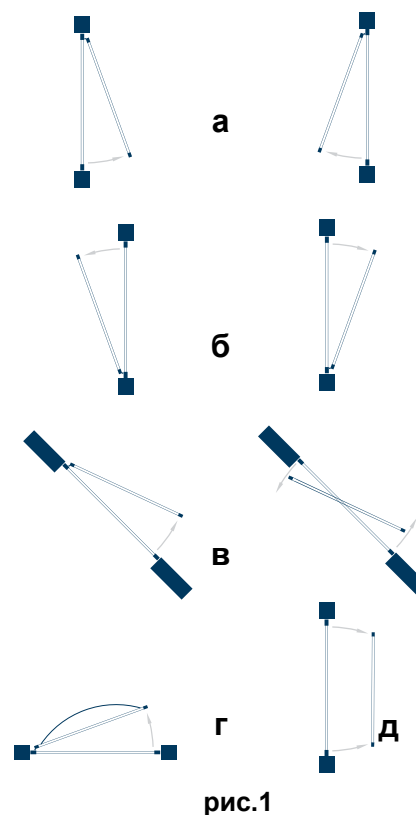

рис.1
- верхнеподвесные окна с открытием наружу или внутрь (рис. 1а),
- нижнеподвесные окна с открытием наружу или внутрь (рис. 1б),
- мансардные окна верхнеподвесные и среднеподвесные (рис. 1в),
- люки (рис. 1г),
- параллельно отставные окна (рис. 1д).